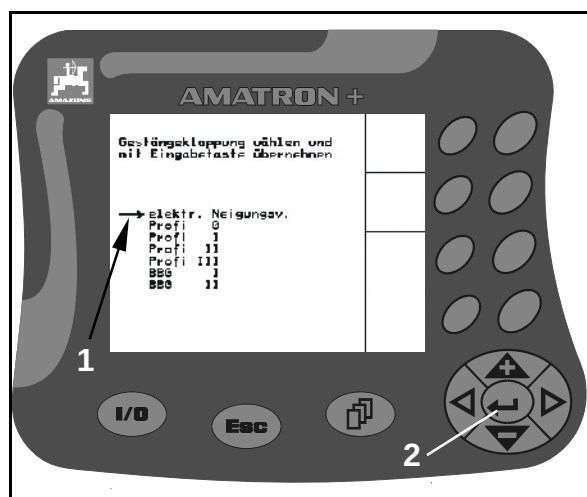

Fig. 38
1. Positionnez la flèche de sélection (Fig. 38/1) en utilisant les touches  ou .